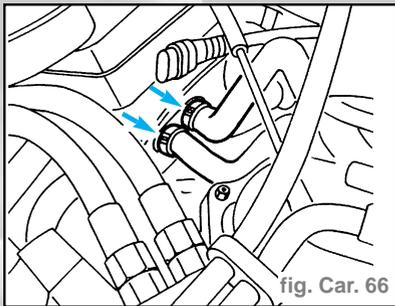

fig. Car. 66
- Desserrer les deux colliers indiqués en débranchant les tubulures en caoutchouc des raccords métalliques du radiateur réchauffeur (fig. Car. 66).
- En opérant dans la partie inférieure AR du compartiment moteur de la voiture, desserrer les deux colliers indiqués par les flèches (fig. Car. 66) et déboîter les deux tubulures en caoutchouc des extrémités de celles métalliques sortant dans le compartiment moteur et qui sont jointes au raccord double du radiateur réchauffeur.